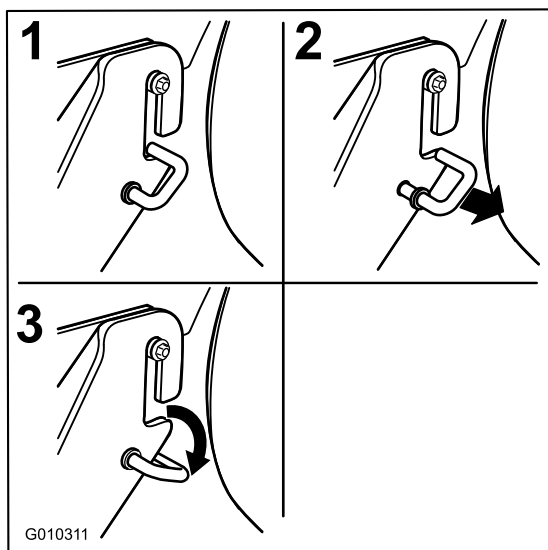

Figure 69
1. Décrochez les crochets en J à ressort de la fente des supports des pattes de fixation arrière de chaque côté du tablier (Figure 69).